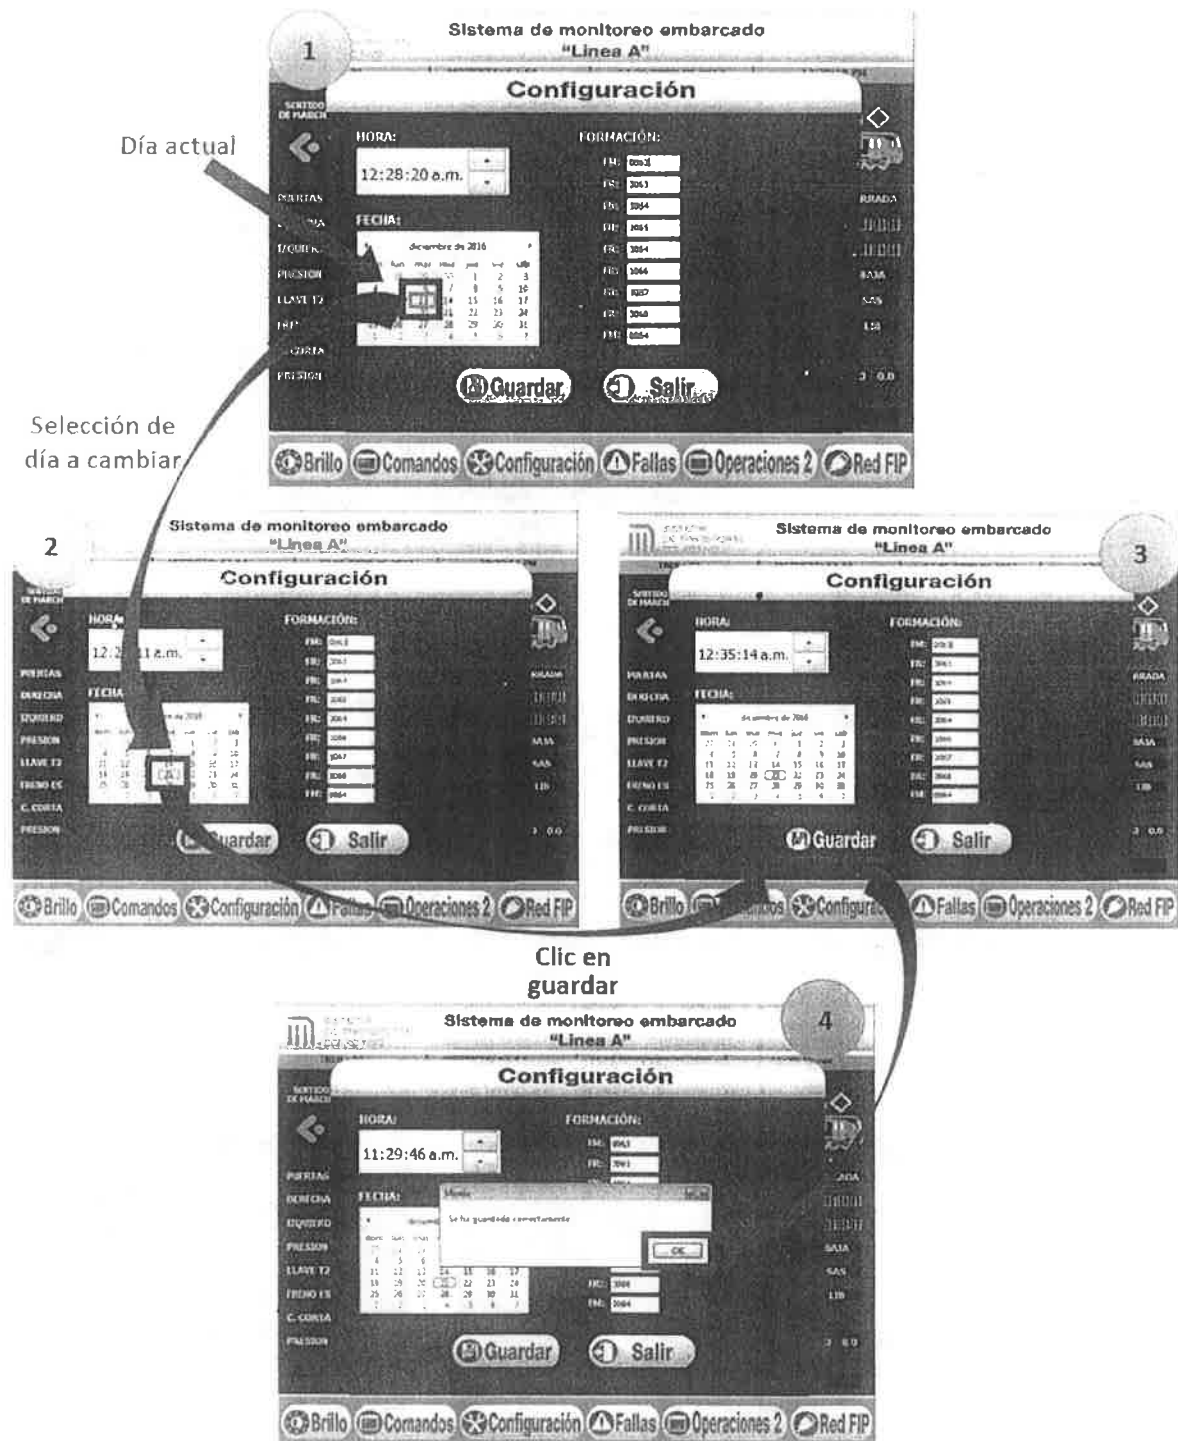

Figura 32. Proceso de modificación del día en la pantalla de configuración.
1. Si solo se desea cambiar el día pero el mes y el año son el mismo, solo es necesario dar clic en el día elegido y clic en guardar (Figura 32).